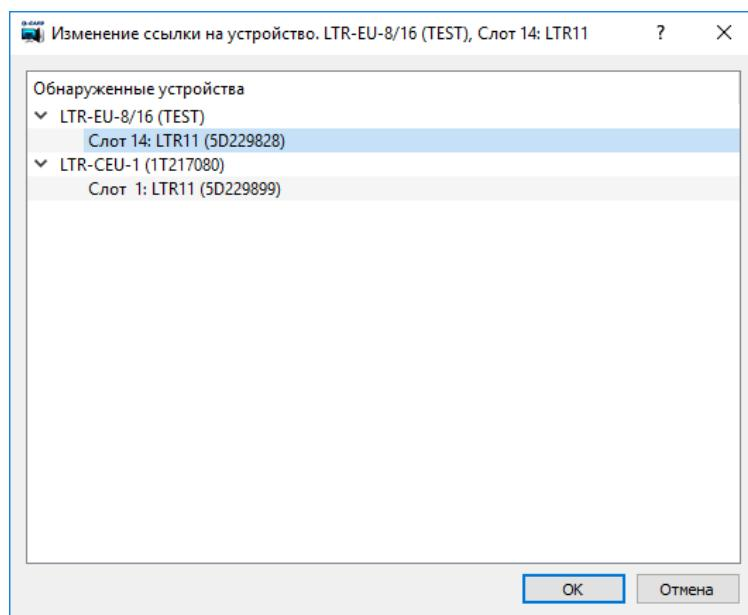

Рис. 3.18: Изменение ссылки на устройство
- “Изменить ссылку на устройство...”. Данное действие позволяет изменить устройство, с которым связана выделенная запись устройства в конфигурации (должна быть выделена только одна запись). При этом все настройки самого устройства и связанные с ним другие настройки сохраняются. При выборе данного действия появится диалоговое окно (рисунок 3.18), в котором будет отображена часть списка обнаруженных устройств, содержащая только устройства, которые можно назначить данной конфигурационной записи. Устройство должно быть того же типа, что и у конфигурационной записи, а также оно не должно быть назначено уже другой записи в текущей конфигурации.